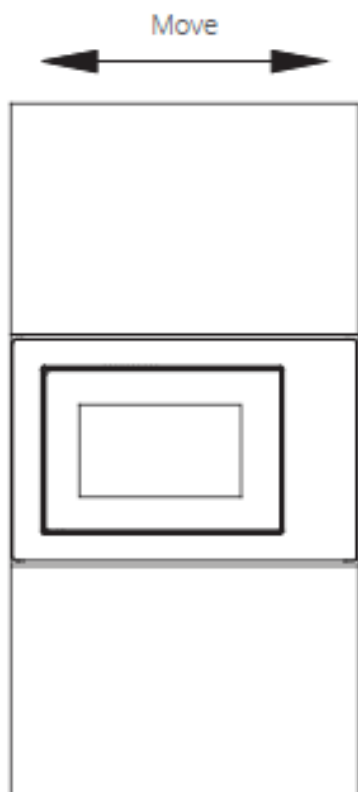

Fig.3
c) Déplacez le produit parallèlement à l'intérieur du meuble de cuisine, dans la direction indiquée par la flèche sur la figure, en veillant à ce qu'il soit bien centré. (Fig.3)